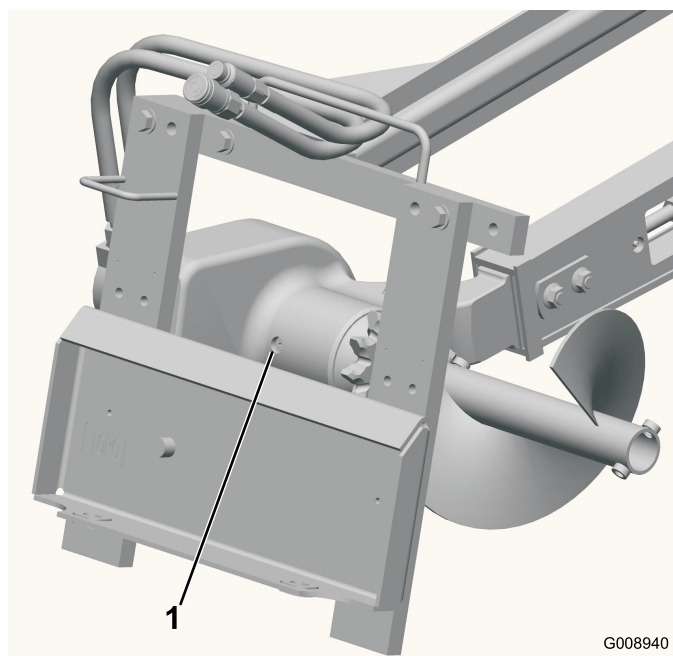

Figure 6
3. Nettoyez la surface autour du bouchon de remplissage du boîtier de roulement (Figure 6).
4. Retirez le bouchon de remplissage du boîtier de roulement (Figure 6).